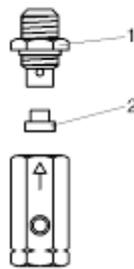

Рис. 7.25
- утечка обратного клапана. Уберите гибкую трубку, чтобы видеть просачивается ли воздух из клапана. Если это так, отвинтите пробку (рис. 7.25, поз. 1), осторожно очистите резиновый диск (рис. 7.25, поз. 2) и место где он располагается. Если утечка сохраняется, клапан надо заменить.